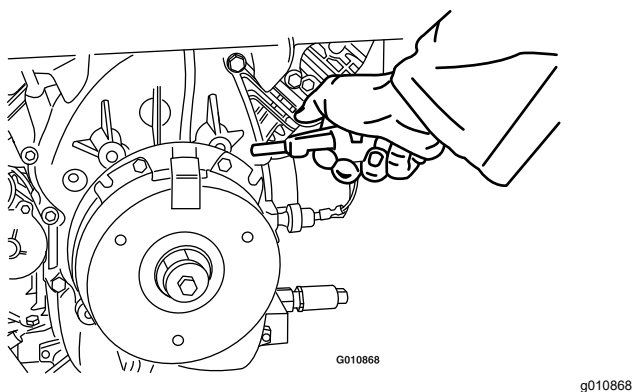

Figura 66
3. Utilizar un compresor de aire, elimine cualquier residuo de debajo del polo de freno y de alrededor de los espaciadores del freno (Figura 66).